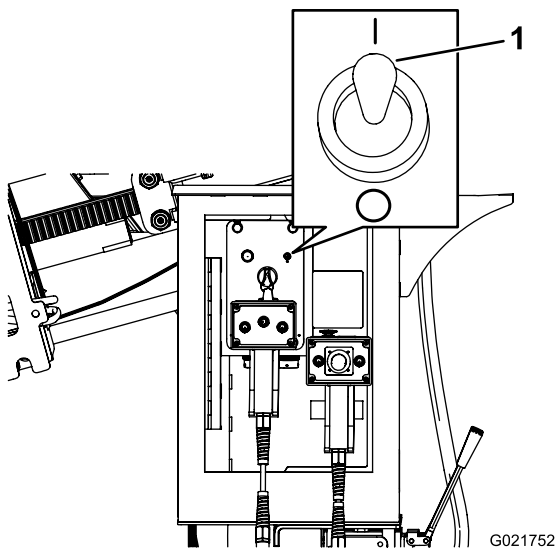

Figure 156
6. Placez la commande du tuyau d'arrosage auxiliaire en position de marche (I) (Figure 156).